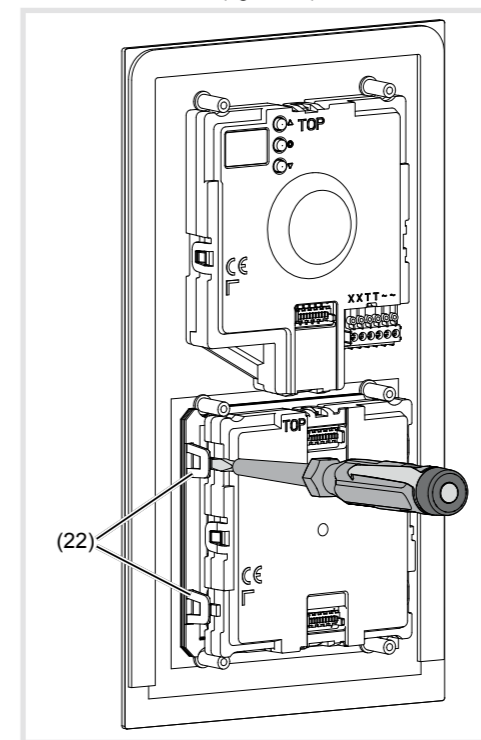

Figura 20: sblocco del modulo
- Per la rimozione del modulo tasti di chiamata sbloccare i cavallotti di fissaggio (22) laterali del supporto del modulo facendo leva, con cautela, con un cacciavite (figura 20).